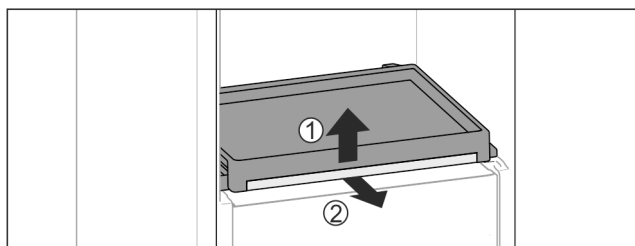

Fig. 153
- Vyměňte vysouvací přihrádku se skleněnou deskou: Skleněnou desku vpředu lehce nadzvedněte Fig. 153 (1) a vytáhněte dopředu Fig. 153 (2).